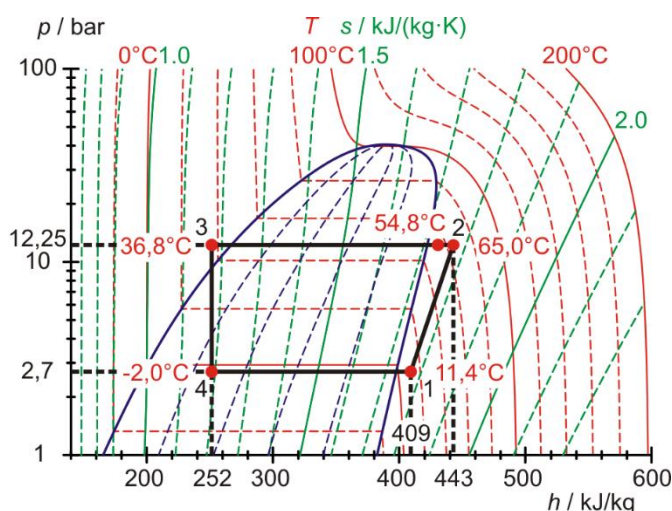

Fig. 5: Rappresentazione del ciclo idealizzato della pompa di calore nel diagramma di Mollier, 15 minuti dopo aver attivato il compressore.
- Rappresentare in un diagramma di Mollier il ciclo della pompa di calore con i valori di misura rilevati con  $t = 900$  s per  $T_1$ ,  $T_2$ ,  $T_3$  e  $T_4$  e  $p_3$  e  $p_4$  (Tab. 1, Fig. 5) e leggere i valori delle entalpie specifiche  $h_1$ ,  $h_2$  e  $h_3 = h_4$ .